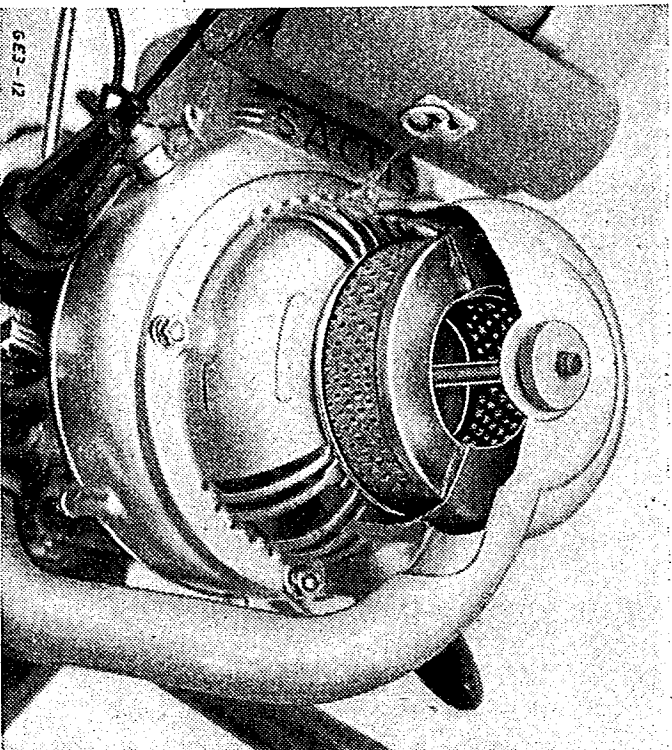

Bild 4. Micronic-Luftfilter (Deckel aufgeschnitten)
**2. Micronic-Luftfilter** (siehe Bild 4) mit Filterpatrone. Der Austausch der Filterpatrone wird notwendig, wenn diese verstopft ist. Der Motor zieht dann nicht mehr einwandfrei und raucht stark. Beim Wechseln der Patrone